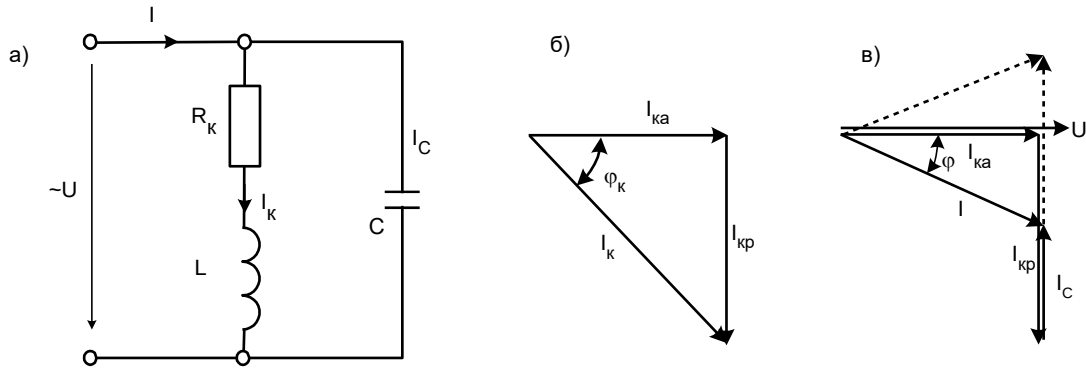

Рис.3.6
(рис.3.6а), то напряжение на них одно и то же, а ток  $I$  на входе цепи представляет сумму тока в катушке  $I_k$ , отстающим от напряжения на угол  $\varphi$  и тока в конденсаторе  $I_C$ , опережающего напряжение на  $90^\circ$ .
Для сложения токов сначала представим ток в катушке в виде двух составляющих: активной  $I_{ка}$ , и реактивной  $I_{кр}$ , как показано на рис.3.6.б, а затем нарисуем из конца вектора  $I_{кр}$  вектор тока в конденсаторе (рис. 3.6.в), опережающий напряжение на  $90^\circ$  и получим суммарный ток. Из векторной диаграммы следует, что
- Соберите цепь (принципиальная схема рис. 3.6, монтажная – 3.7), включив в каждую ветвь по миниблоку для подключения амперметра. Конденсаторы в первом опыте не включайте.